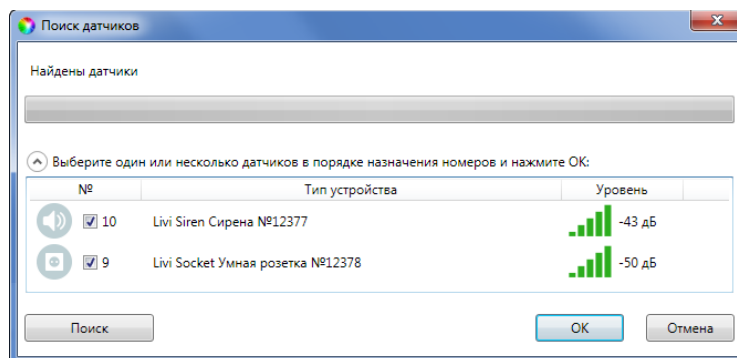

Рисунок 7.44 – Поиск радиоустройства
- В следующем окне (см. рисунок 7.44) будет отображен список устройств, доступных для связывания в радиусе действия радиоканала. Если подключаемого устройства нет в списке, то его следует повторно перевести в режим связывания (любое устройство серии Livi находится в режиме связывания ровно 60 секунд).